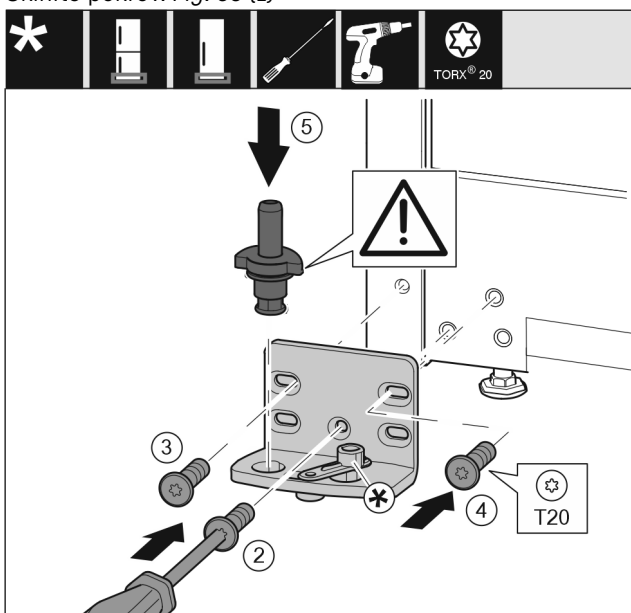

Fig. 36
- Postavite podložak ležaja na drugoj strani i zavijte pomoću odvijača T20. Započnite s vijkom 2 dolje u sredini. Fig. 36 (2)
- Pritegnite vijak 3 i 4. Fig. 36 (3,4)
- Kompletно umetnite podložak ležaja. Pri tome pazite da je ispučenje za blokiranje okrenuto prema otvora. Fig. 36 (5)
- Postavite podložak ležaja na drugoj strani i zavijte pomoću odvijača T20. Započnite s vijkom 2 dolje u sredini. (2)*
- Okrenite spojni element prigušivača zatvaranja za 180°. Na drugoj strani podloška ležaja zavijte pomoću odvijača T20. (5)*
- Kompletно umetnite podložak ležaja. Pri tome pazite da je ispučenje za blokiranje okrenuto prema otvora. (6)*